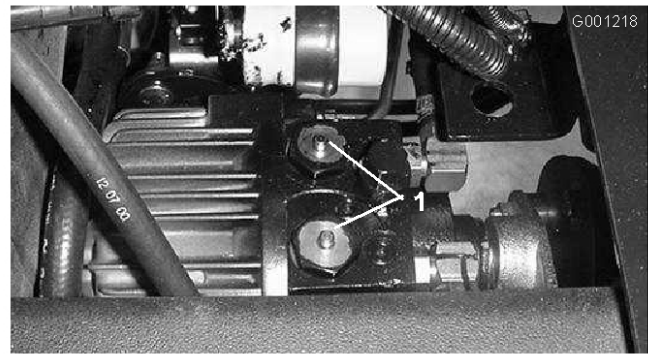

Figure 32
2. Appuyez et maintenez enfoncées les goupilles qui se trouvent au centre des 2 ensembles clapet anti-retour en haut de la transmission (Figure 32) pendant que vous poussez ou remorquez la machine. La Figure 32 montre le siège et la plaque de montage déposés.